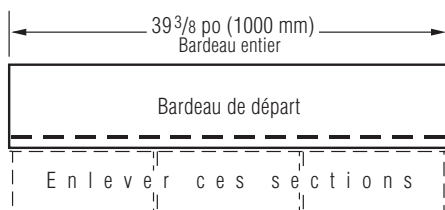

Figure 10-13 : Fabriquer les bardeaux de départ en enlevant les jupes du bas.
1. Utiliser des bardeaux de départ SwiftStart de CertainTeed, ou un rang de départ composé de bardeaux dont les jupes inférieures ont été enlevées (figure 10-13). Ne pas oublier que sur le rang de départ, l'adhésif doit être aussi près que possible du bord de l'avant-toit.
3. Continuer le rang de départ en posant des bardeaux entiers le long de l'avant-toit (figure 10-13).
1. Utiliser des bardeaux de départ SwiftStart™ ou un rang de départ composé de bardeaux dont les jupes inférieures ont été enlevées (figure 10-13). Ne pas oublier que sur le rang de départ, l'adhésif doit être aussi près que possible du bord de l'avant-toit.
- Utiliser des bardeaux de départ SwiftStart™ de CertainTeed ou un rang de départ composé de bardeaux dont les jupes inférieures ont été enlevées (figure 10-13). Ne pas oublier que sur le rang de départ, l'adhésif doit être aussi près que possible du bord de l'avant-toit.